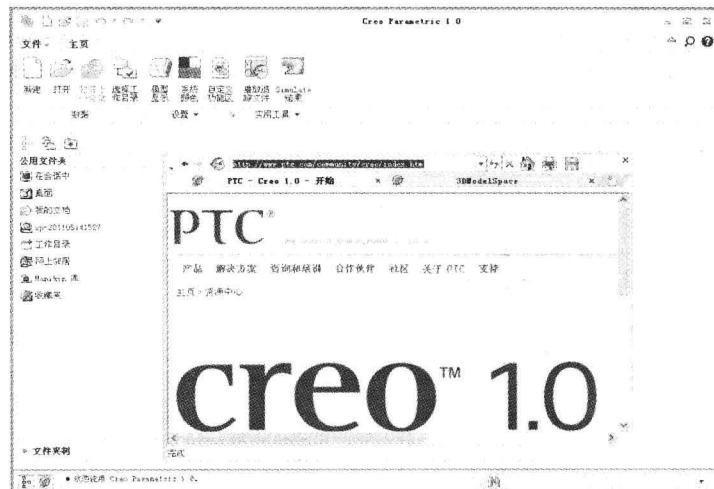

图 1-3 “Creo Parametric 1.0” 主界面
- (1) 双击桌面按钮，启动“Creo Parametric 1.0”，软件主界面显示如图 1-3 所示。